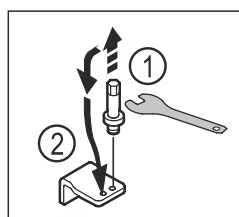

Fig. 17
- Skruva ur den undre lagerbockens bult med utvändigt sexkantsnyckel NV5. Fig. 17 (1)
- Sätt in bult på motsatta sidan. Fig. 17 (2)